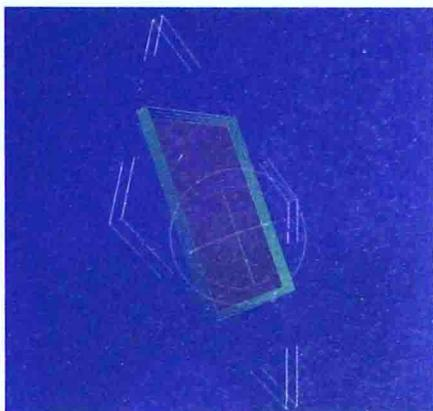

图 1-11
9. 框选相框和背板，在【Left】(左)视图中，用【旋转】工具沿 Z 轴旋转相框位置，使其感觉倾斜在桌面上。如图 1-11 所示。